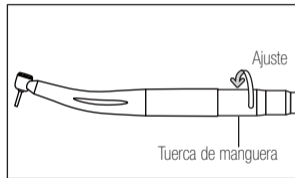

Fig. 3
- 1) Inserte la pieza de mano en la conexión de la manguera. (Fig.3)